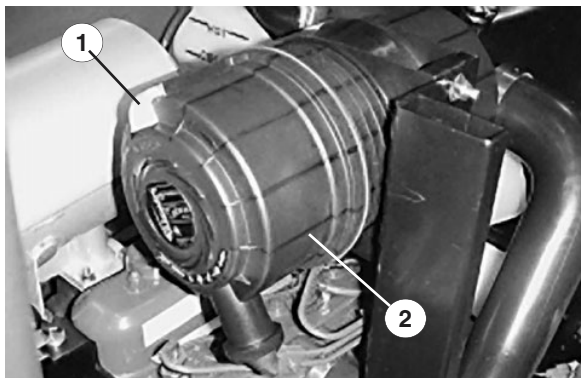

Bild 22
1. Ziehen Sie den Verschluss nach außen und drehen Sie den Luftfilterdeckel entgegen dem Uhrzeigersinn. Entfernen Sie den Deckel vom Gehäuse (Bild 22). Reinigen Sie die Innenseite des Luftfilterdeckels.